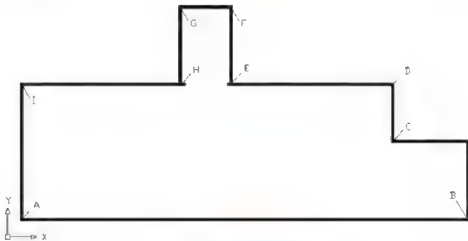

图 6.31 调整视图为俯视图
- (1) 改变当前层, 创建【屋面】图层并将其设为当前层, 然后将【柱】、【门窗框】、【玻璃】、【勒脚】、【墙】和【轴线】图层关闭。
- (2) 执行菜单栏中的【视图】|【三维视图】|【俯视】命令, 将视图调整为俯视图状态, 结果如图 6.31 所示。
- (1) 启动【多段线】命令（快捷键 PL）。
- (2) 在指定起点：提示下，捕捉图 6.31 所示的 A 点作为多段线的起点。
- (3) 在指定下一个点或 [圆弧(A)/半宽(H)/长度(L)/放弃(U)/宽度(W)]: 提示下，输入“W”。
- (4) 在指定起点宽度 < 80.0000 >: 提示下，输入“0”。
- (5) 在指定端点宽度 < 0.0000 >: 提示下，输入“0”。
- (6) 在指定下一点或 [圆弧(A)/闭合(C)/半宽(H)/长度(L)/放弃(U)/宽度(W)]: 提示下，依次捕捉图 6.31 中的 B、C、D、E、F、G、H 和 J 点。
- (7) 在指定下一点或 [圆弧(A)/闭合(C)/半宽(H)/长度(L)/放弃(U)/宽度(W)]: 提示下，输入“C”后按 Enter 键。